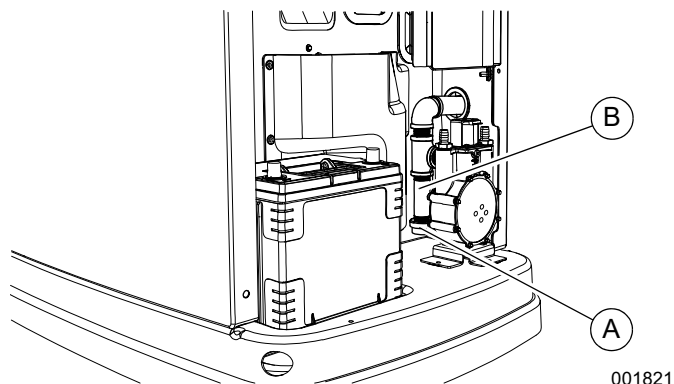

Figura 4-11. Como limpar o coletor de sedimentos
3. Consulte Figura 4-11. Desaparafuse e remova a tampa (A).